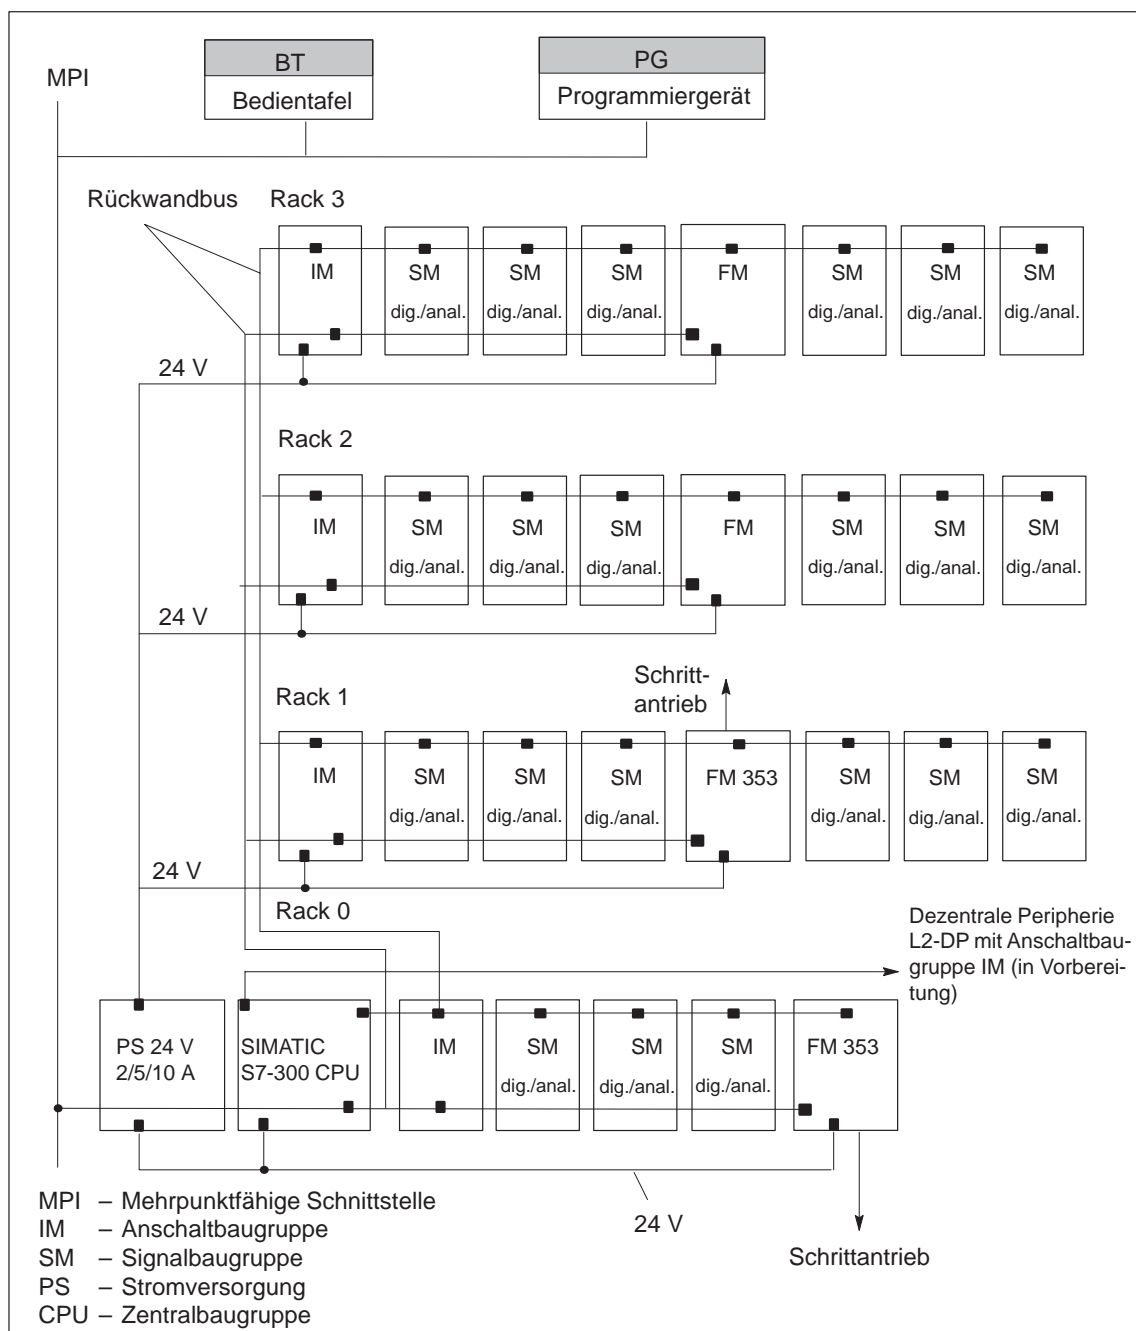

Bild 1-1 Mehrzeiliger Aufbau einer SIMATIC S7-300 mit FM 353 (Beispiel)
Eine SIMATIC S7-300 CPU kann bis zu vier Zeilen (Racks) mit maximal je acht Bus-Teilnehmern steuern (siehe Bild 1-1).
Anschaltbaugruppe (IM)	... verbindet die einzelnen Zeilen einer S7-300 miteinander (gilt für mehrzeiligen Aufbau siehe Bild 1-1).